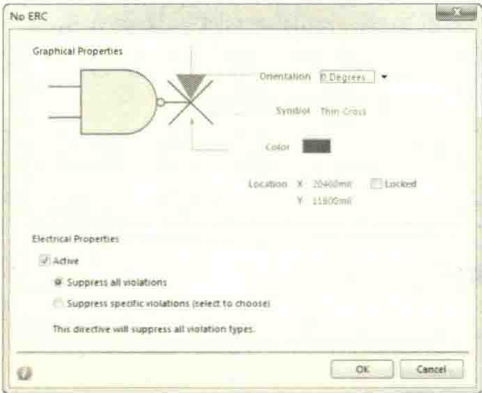
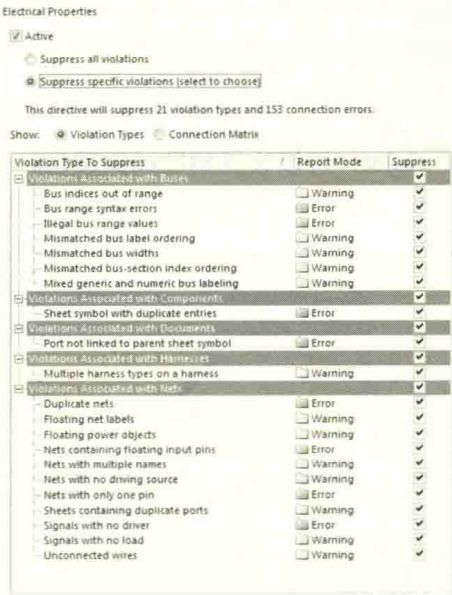

图 4-56 No ERC 检查点属性设置
图 4-57 抑制违规选择
(2) 移动鼠标到元件管脚上单击，完成一个 No ERC 检查点的放置，需要放置多个可以继续移动鼠标并单击放置，单击鼠标右键或者按“Esc”键可以退出放置状态。
(3) 在放置状态下按“Tab”键，或者放置完成之后双击 No ERC 检查点，即可设置它的属性，如图 4-56 所示，对于 Graphical Properties 的设置不是重点，主要是针对其 Electrical Properties 的设置。
- ① Suppress all violations: 抑制所有违规，意思是不管什么错误都不再报错。
- ② Suppress specific violations (select to choose): 选择性地抑制违规，Altium Designer 提供 21 种选择，用户可以根据自己的需求去选择，如图 4-57 所示。